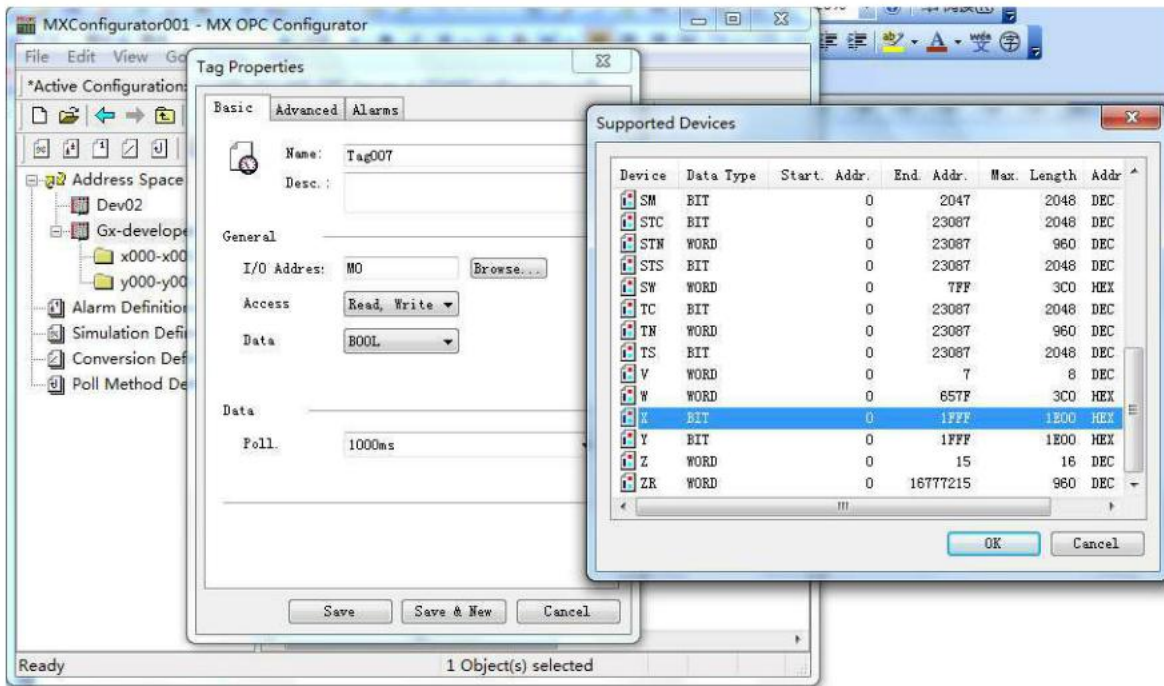
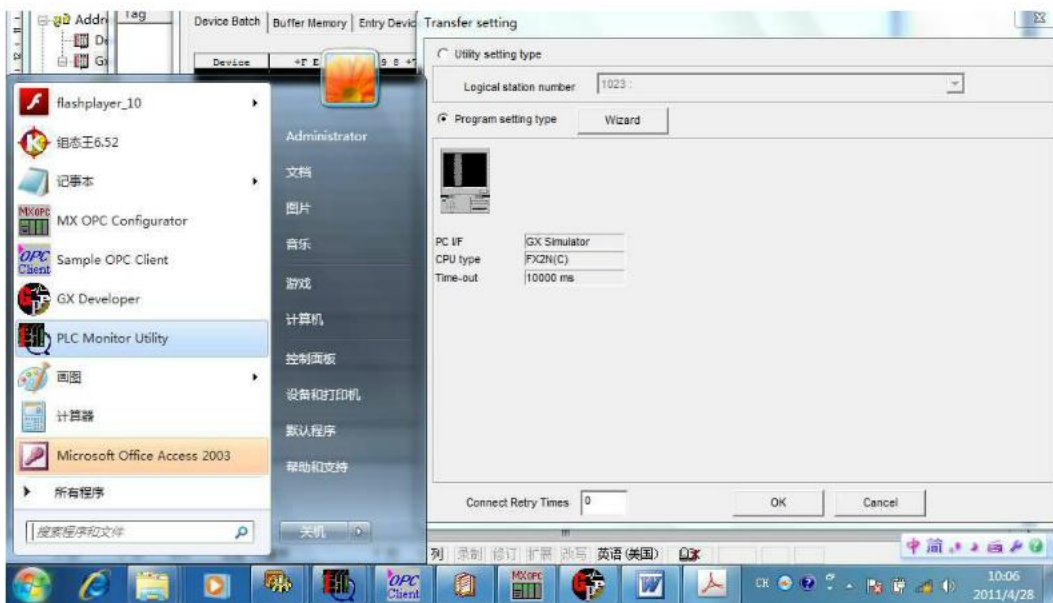

图 11
图 12
(10) 新建数据，将“Name”改成某变量名，如“x0”等，点击 I/O Address 右侧选择按钮，双击选择相应变量类型，如“x0”（此为三菱 PLC 中 I/O 变量），设置相应数据类型，如图 11。
(11) 按相同的方法，接着新建其它变量，如“x1”、“x2”、“y0”、“y1”等等。
(12) 以上设置好后，可启动“PLC Monitor Utility”仿真，图 12。